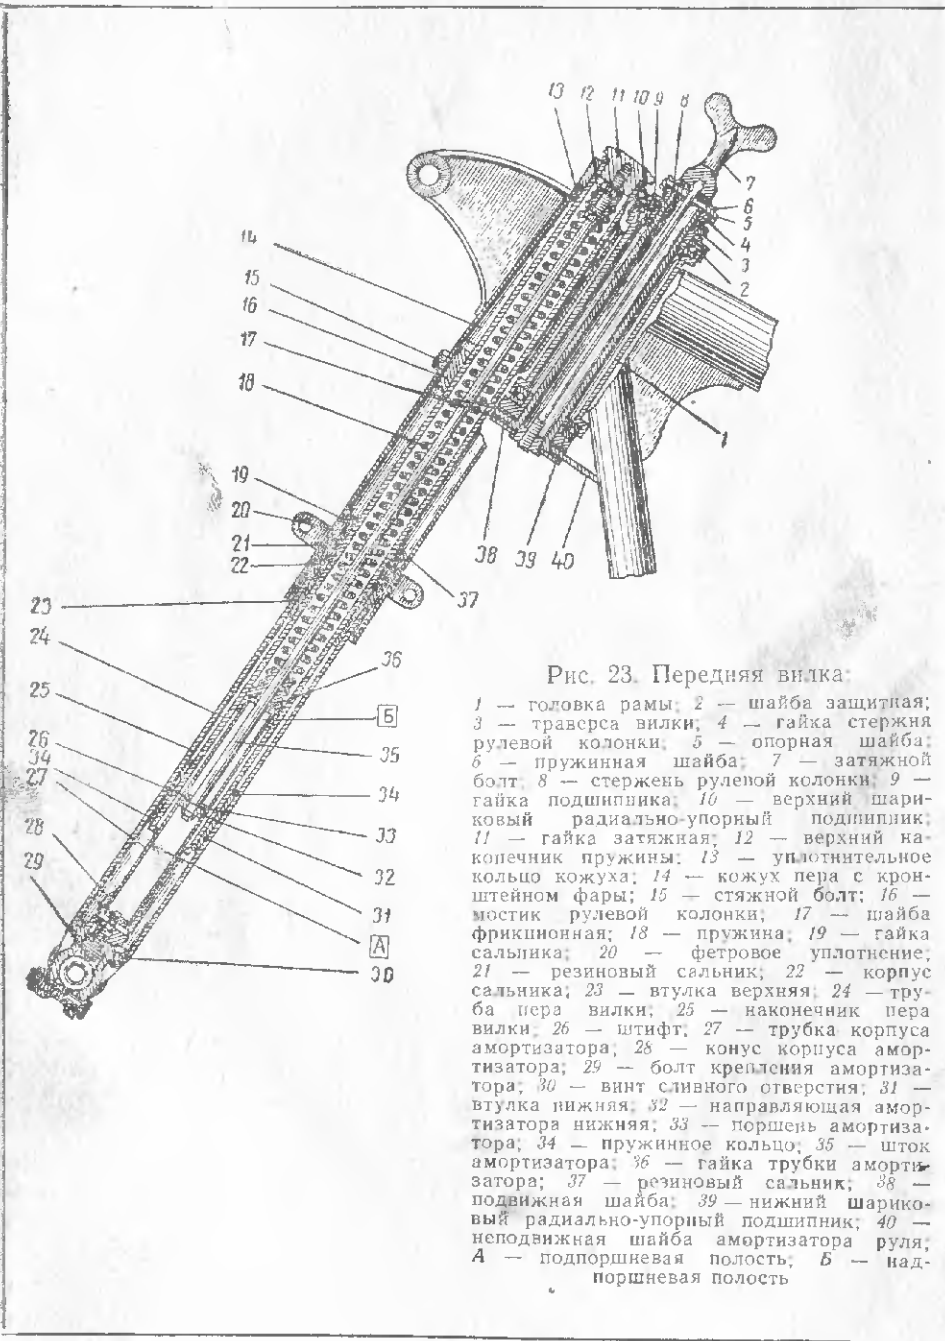

Рис. 23. Передняя вилка:
Передняя вилка (рис. 23) состоит из стержня рулевой колонки 8 с мостиком 16, траверсы 3, двух перьев с амортизаторами и амортизатора руля (демпфера).
слева: пружина сжимается; справа: разжимается (позиции те же, что и на рис. 23).
Амортизатор руля поглощает боковые толчки колеса, возникающие при езде по неровной дороге. На мотоциклах установлен амортизатор фрикционного типа (см. рис. 23). Он состоит из двух стальных шайб, подвижной 38 и неподвижной 40, двух фрикционных шайб 17 и затяжного болта с головкой 7. Трение между стальными и фрикционными шайбами затрудняет поворот передней вилки.
2. Вывернуть затяжной болт (см. рис. 23) амортизатора руля, снять пружинную и опорную шайбы, поддерживая рукой шайбы амортизатора.